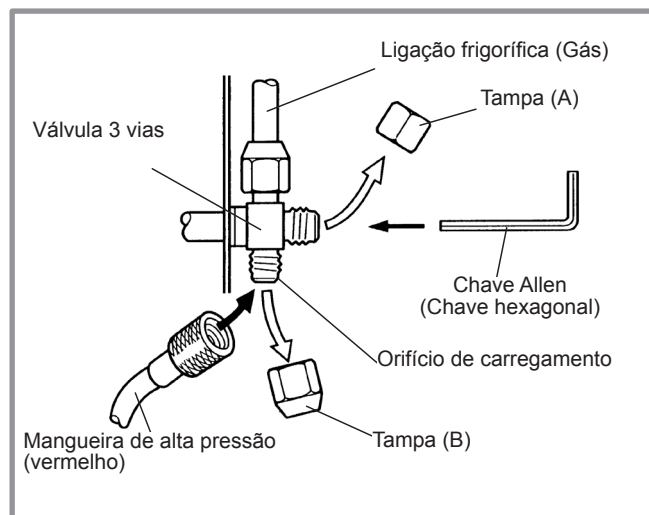

figura 18 - Conexão da mangueira sobre a válvula de gás
Tampa (A) e (B) : ver figura 18, página 21.
- Remova a tampa de protecção (B) do orifício de carregamento (Schrader) da válvula gás (diâmetro grande).
- Ligue o flexível à válvula distribuidora (figura 18).